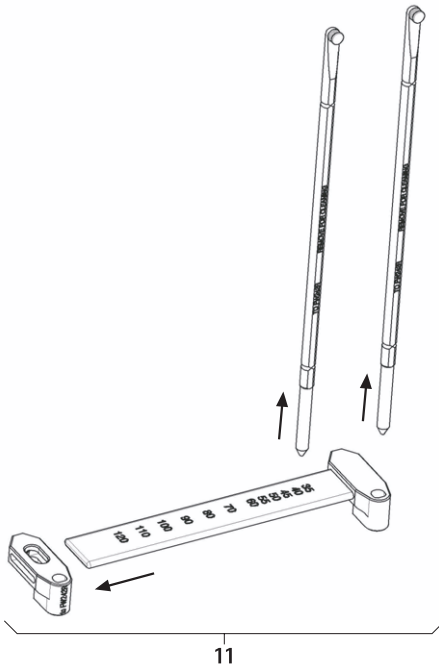

Abb. 7
- Stablängen-Messinstrument 11 demontieren, siehe Abb. 7.